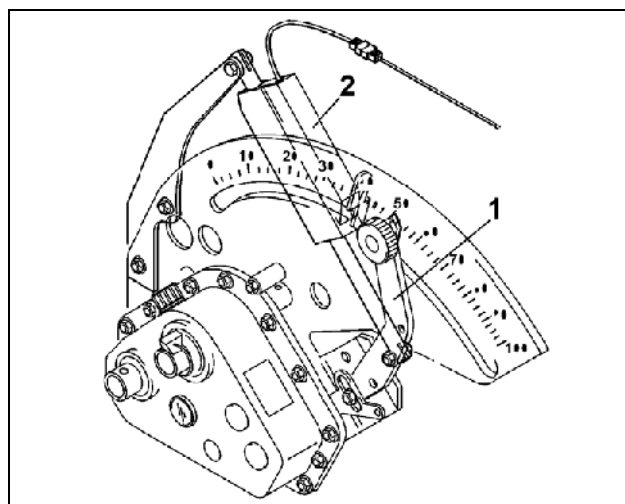

Fig. 78
- Saatmengenfernverstellung: Mit dem Getriebestellhebel (Fig. 78/1) wird die Drehzahl der Säräder und damit die Aussaatmenge stufenlos eingestellt. Zur Einstellung der Aussaatmenge wird der Stellmotor (Fig. 78/2), der den Getriebestellhebel betätigt, über **AMATRON 3** angesteuert. Die eingestellte Aussaatmenge und der Skalenwert können im **AMATRON 3**-Display abgelesen werden.